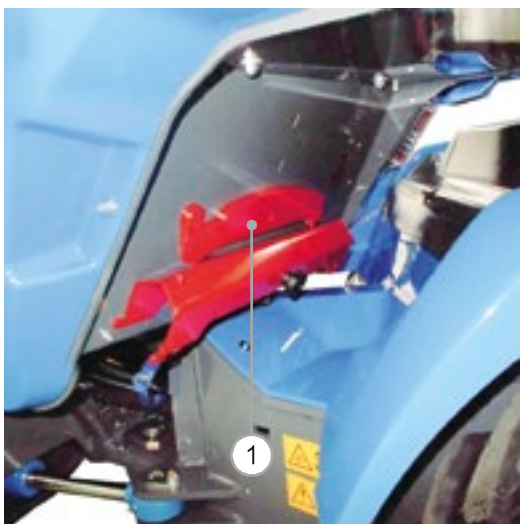

РИС. 19
- 3) Ослабьте рукоятку (РИС. 19 – Сс. 1) кронштейна замка рулевого управления и фиксатор подъемного рычага.